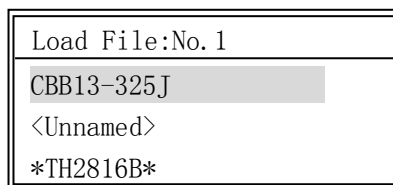

图 4-11 文件加载列表框
- **LOAD** 用来加载一个文件，即从内部非易失性存储器调用一组参数设置。按下软键后出现一个文件列表框，如图 4-11 所示。列表框显示了所有存在文件的文件名，使用上下方向键选择文件，同时框内第一行显示相应文件的文件号，选中需要的文件，按下 OK 软键加载此文件，如果想退出加载文件，按 ESC 软键。